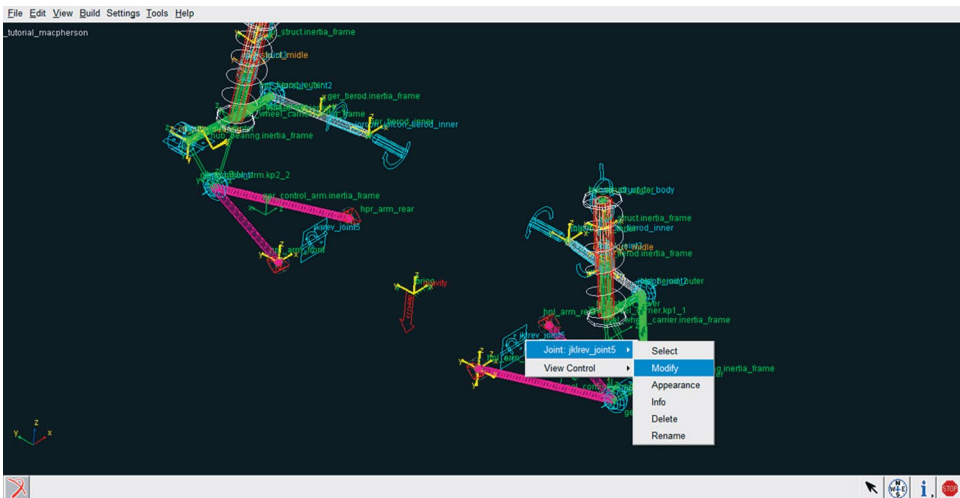

Figura 4.104 – Modificando a Junta *joint5*.
- Com a inserção dessas duas primeiras buchas, a junta revoluta *joint5* deverá ser modificada. Para isso, selecione essa junta na tela principal do software, com o botão direito do mouse (sobre a junta). Selecione a opção *Modify* (Figura 4.104).